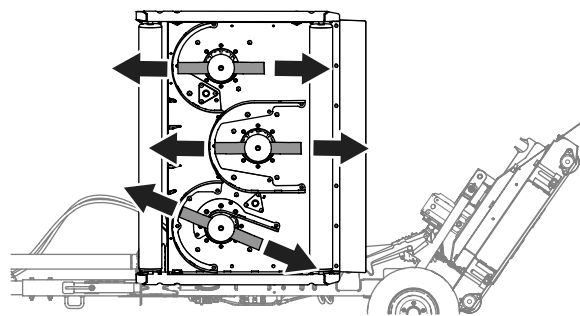

Figura 70
1. Alinee la cuchilla como se muestra en la Figura 70.